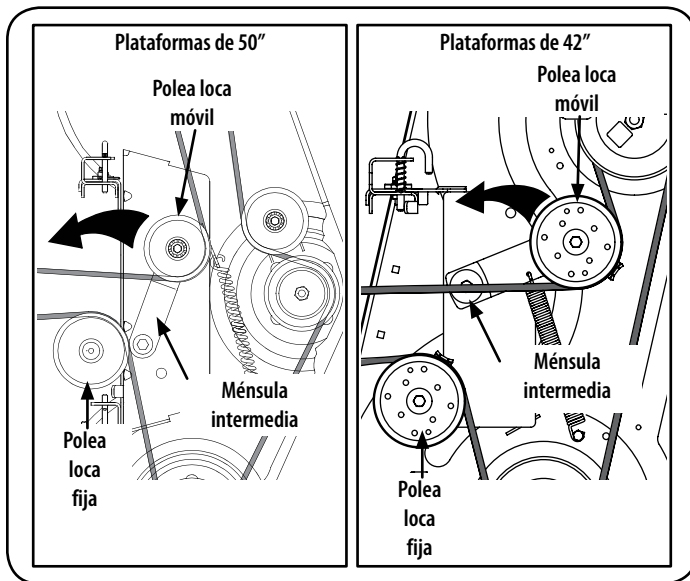

Figura 25
- Desde la parte media del tractor cortacésped, haga girar el soporte de polea loca y la polea loca móvil hacia atrás, separándolos de la parte posterior de la correa en "V" a una distancia suficiente que permita levantar la correa, por encima de la polea loca. Vea la Figura 25.